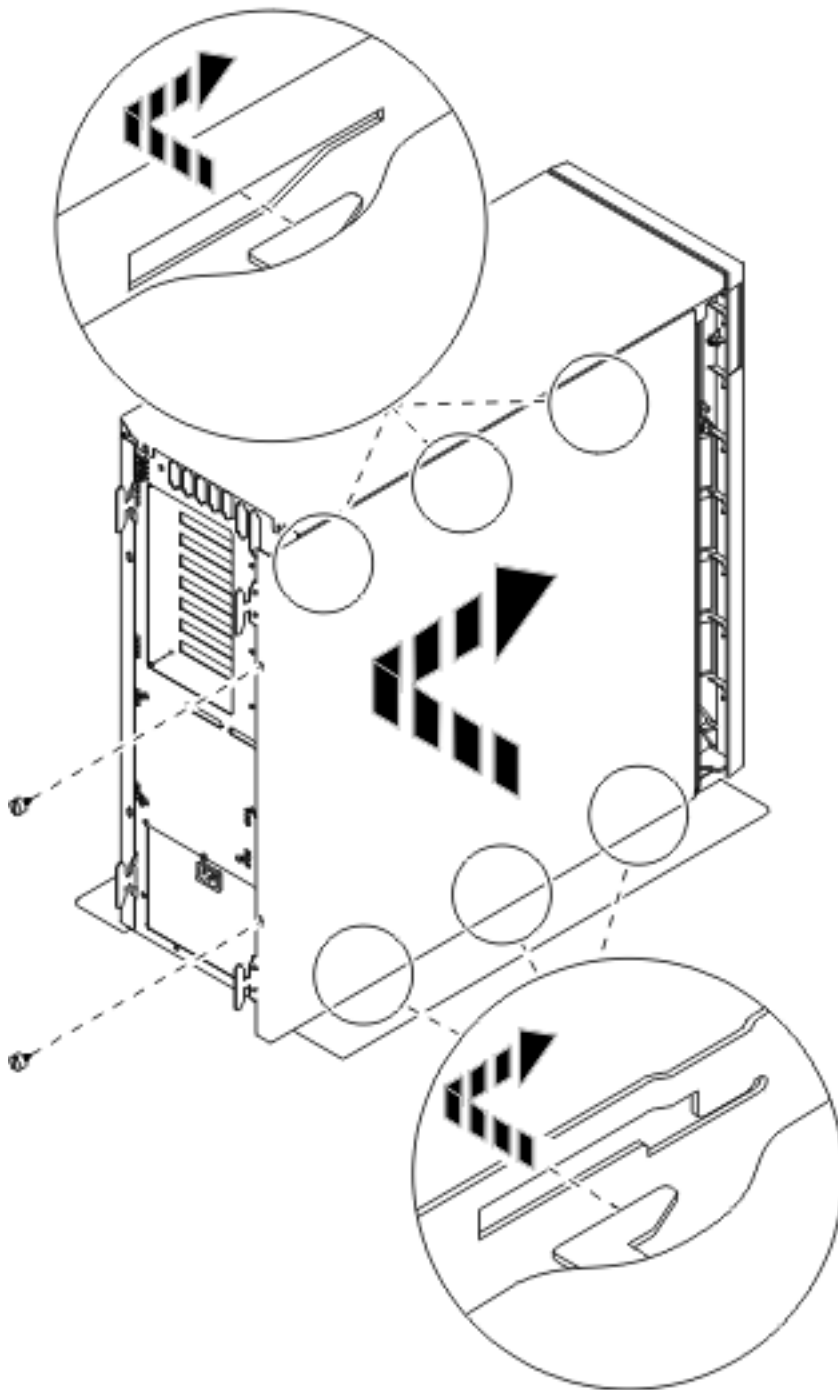

Figura 16. Installare lo sportello laterale dell'unità di sistema
- ___ 2. La **Figura 16 a pagina 46** mostra come installare lo sportello laterale dell'unità di sistema allineando le linguette del bordo superiore e di quello inferiore. Premere per assicurarsi che tutte le linguette siano entrate nei rispettivi alloggiamenti. Far scorrere lo sportello verso la parte anteriore dell'unità di sistema finché non si arresta e installare le viti.